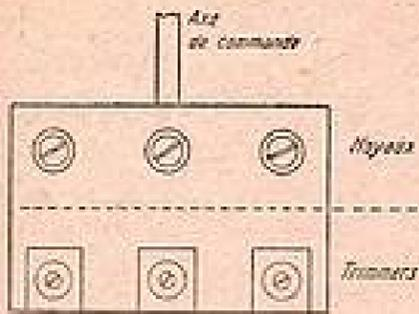

FIG. 3. — Le bloc oscillateur et ses réglages.
H.F. comporte trois noyaux de réglage et trois trimmers (figure 3).